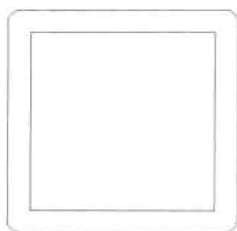

图 14-145
(3) 单击“修改”工具栏中的“偏移”按钮, 将矩形向内偏移 10mm, 用来定位矩形内 4 个圆的圆心, 如图 14-145 所示, 命令执行过程如下。